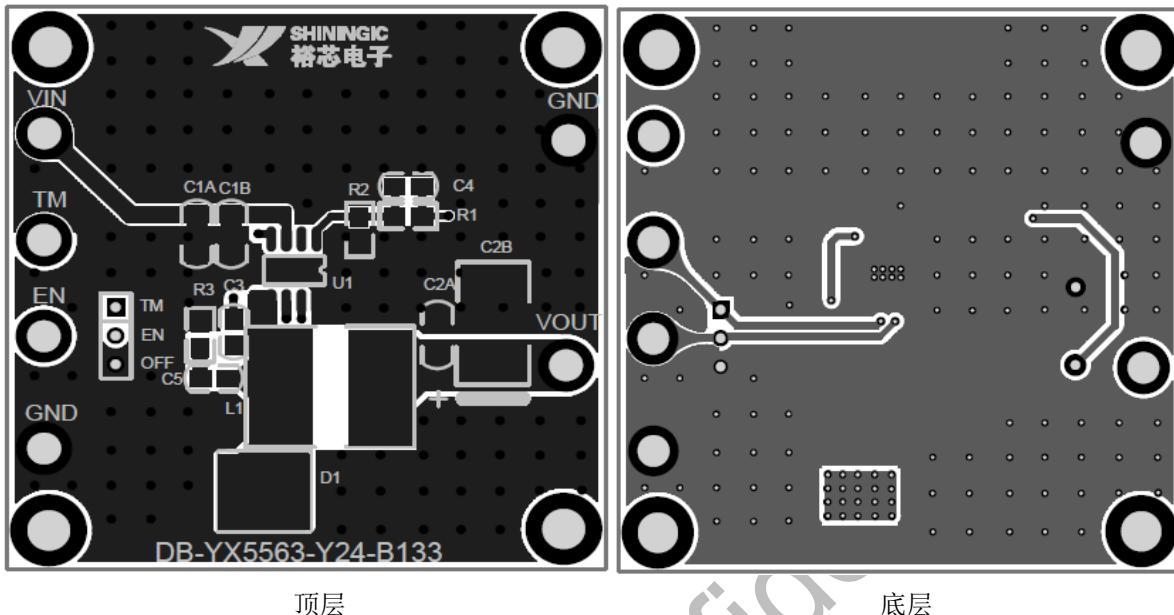

图 4: 推荐布局
6. 采用 2 盎司铜厚 PCB 板及 TO252 封装的肖特基二极管 (MBR20100DT) 可支持 60V 转 5V@2A 应用, 请参考图 4